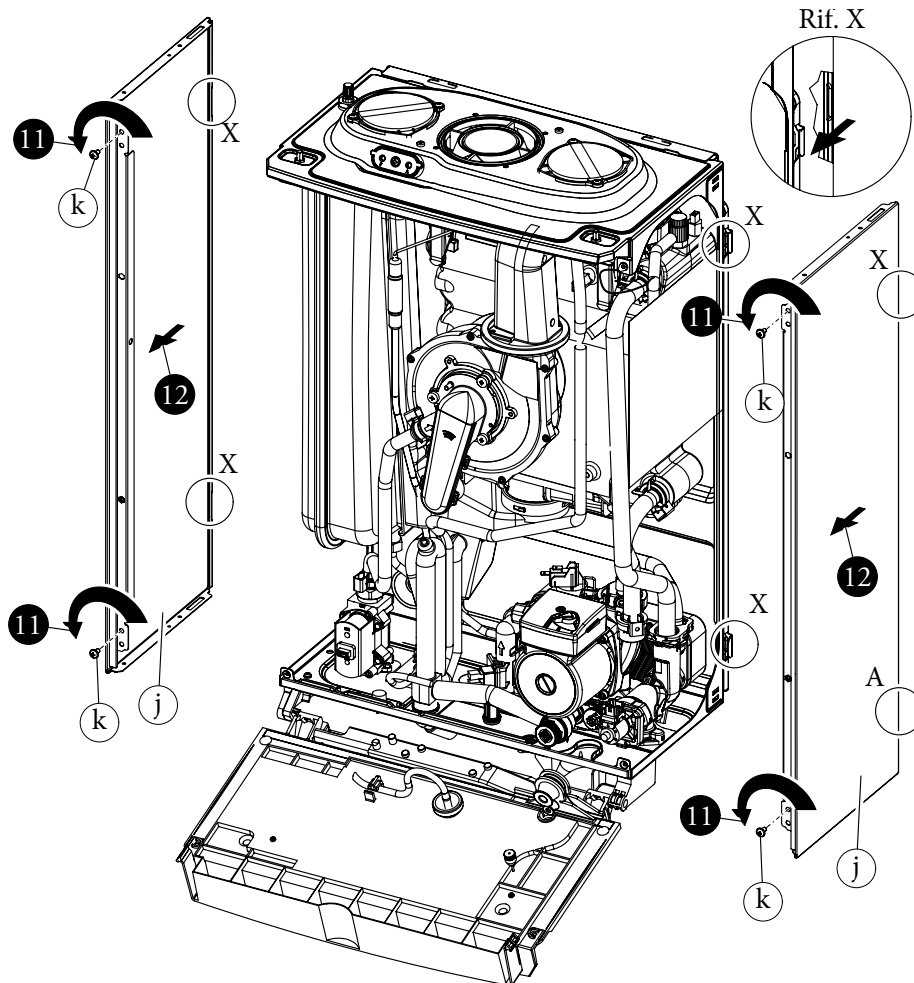

Fig. 3-15e
• **Fianchi laterali (Fig. 3-15e).**